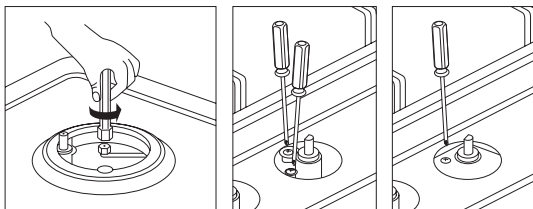

Рис. 9
- снимите ручку управления и вращайте ее регулировочный винт (расположен сбоку стержня регулятора) в разные стороны пока пламя не станет малым, но устойчивым (Рис. 9).